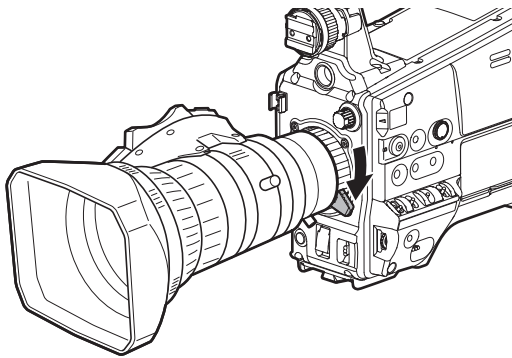

図 3
- 3 レンズ固定レバーを下げて、レンズをしっかり固定する。(図 3)